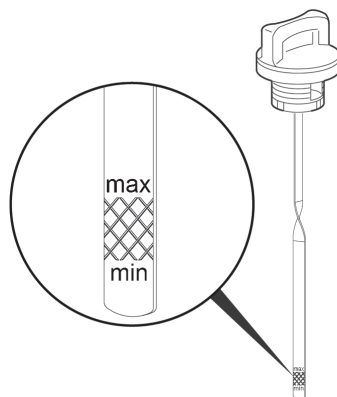

Рис. 10 Уровень масла в картере двигателя
5. Аккуратно вытащите щуп и осмотрите его. Уровень масла должен соответствовать верхней отметке «max» на щупе (Рис. 10).
- Аккуратно извлеките щуп и осмотрите его. Уровень масла должен соответствовать верхней отметке на щупе. При недостаточном уровне масла в картере необходимо долить чистое масло до верхней отметки «max» на щупе (Рис. 10).